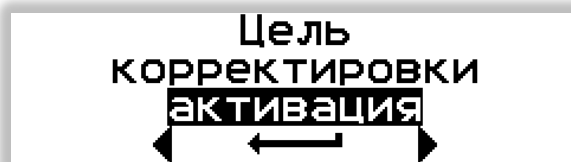

Рисунок 17. Цель корректировки.
6.8.2.1.1 Выбор цели корректировки (см. Рисунок 17).